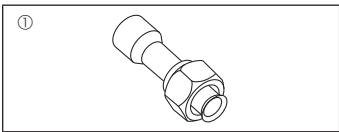

Fig. 1-1
- 1.6. Zubehör für die Außenanlage (Fig. 1-1) (SHW230)**
- ① Verbindungsrohr.....x1